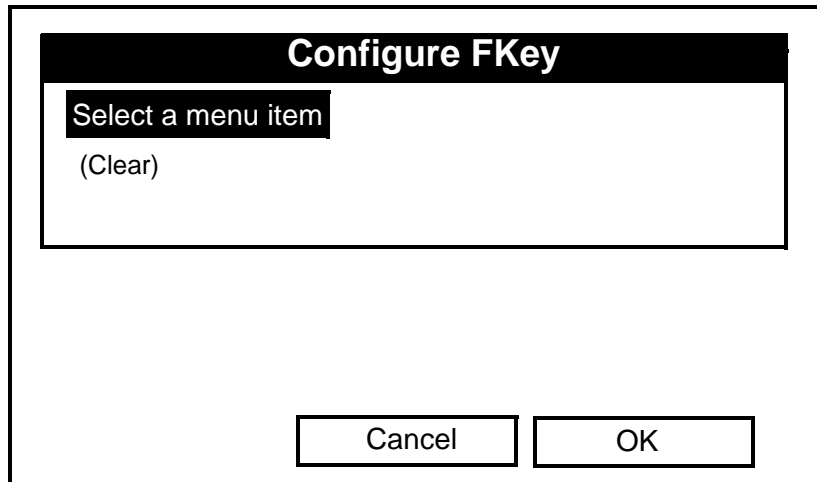

Figura 3-9: Ventana Configure FKey (Configurar tecla programable)
4. Utilice las teclas de cursor [▼] o [▲] para seleccionar la *FKey* (Tecla programable) deseada (por ejemplo, *F1*), y pulse [ENTER]. Se abrirá la ventana *Configure FKey* (Configurar tecla programable) (consulte la figura 3-9 en la página siguiente).
Nota: *Las teclas programables también se pueden borrar desde la ventana Configure FKey (Configurar tecla programable) (consulte la figura 3-9 en la página 3-10) seleccionado la opción Clear (Borrar), pulsando [ENTER] y, a continuación, [F3] (OK).*